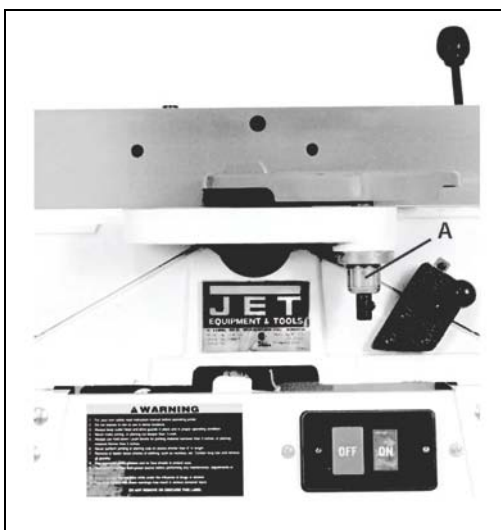

Рис. 10
1. Поверните круглую ручку (А, рис. 10) приблизительно на полтора оборота против часовой стрелки (смотреть сверху на стол) и удерживайте рукой.